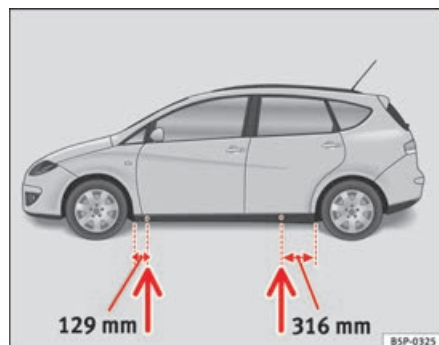

Fig. 179 Punti di appoggio per il cric
- Applicare il cric al longherone inferiore del veicolo nel punto di appoggio più vicino alla ruota da sostituire ⇒ **fig. 179**.
Sul montante inferiore sono segnati i punti a cui applicare il cric ⇒ **fig. 179**. È previsto un punto per ogni ruota. Non collocare il cric in altri punti.